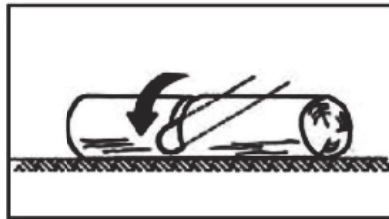

Fig.4A
1. Se tronco viene supportato per tutta la lunghezza: tagliare dall'alto (depezzatura da sopra), facendo attenzione a evitare di tagliare il terreno (Fig. 4A).